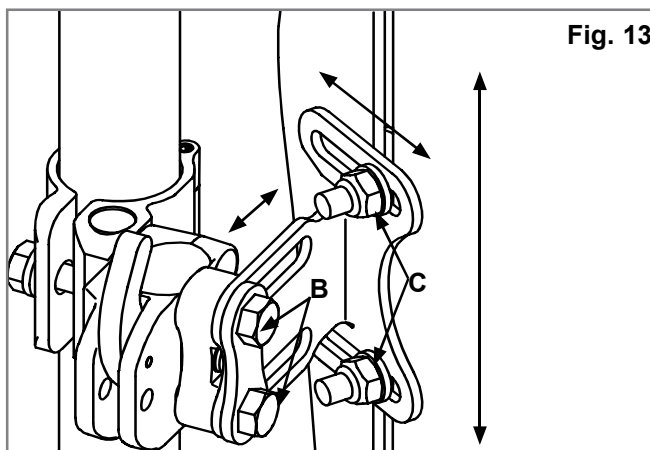

Fig. 13
- Ajuste o encosto para a posição, (Fig. 13) profundidade, inclinação e altura pretendidas e depois aperte manualmente os parafusos (B) e as porcas (C).